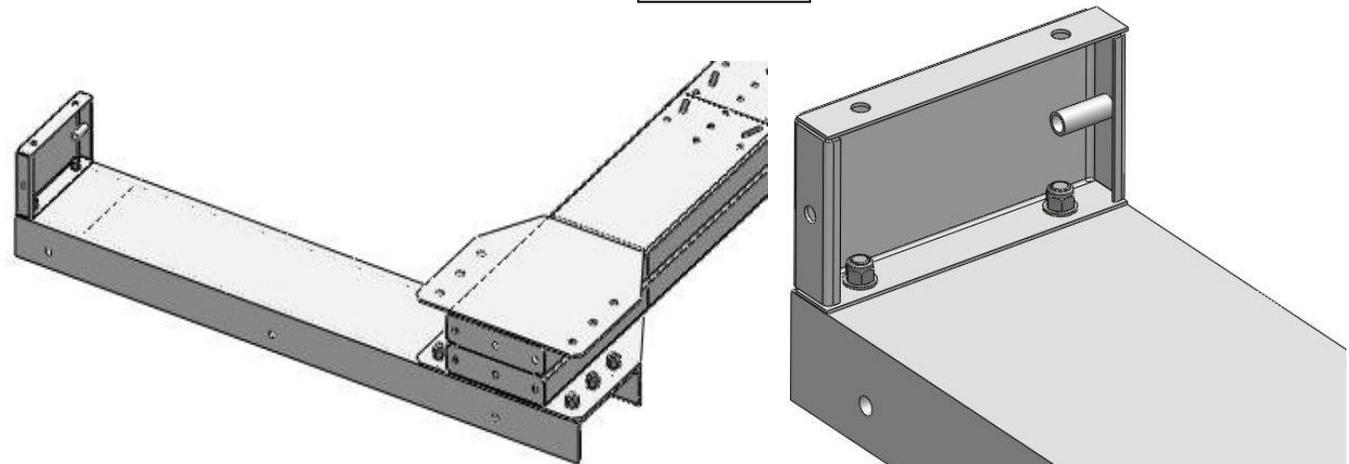

Рисунок 4
2. Установить соединитель (рисунок 4) (для одностороннего стеллажа 1 шт. для двухстороннего 2 шт.) на основание, закрепить болтами M14×35, гайками M14, шайбами 14 входящими в комплект основания поз. 5 или 6 (таблица 1).